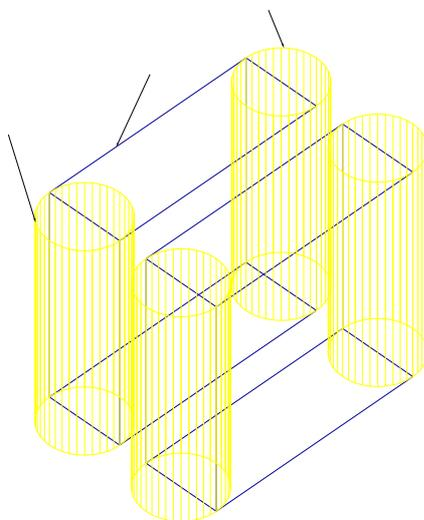

Рис. 8
4.5. Сделать текущим слой выступов (выбрать из списка слоев в панели инструментов свойств объектов), слой отверстий и осей сделать невидимыми (рис. 8):
В ответ на следующие запросы левой кнопкой мыши выделить цилиндры 6 и 7; вспомогательный ящик 8 (рис. 8).